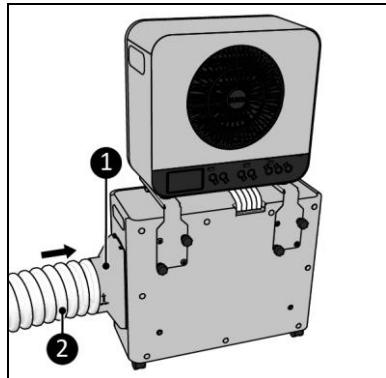

Figure 15
9. Raccordez l'adaptateur (figure 15, pos. 1) au côté de l'unité intérieure (figure 15, pos. 1).
10. Élargissez légèrement le tuyau d'évacuation de chaleur (figure 15, pos. 2) à une extrémité et vissez-le (dans le sens inverse des aiguilles d'une montre) sur l'adaptateur.
- L'adaptateur (figure 15, pos. 1) et le tuyau d'évacuation de chaleur (figure 15, pos. 2) doivent être raccordés au côté de l'unité extérieure.